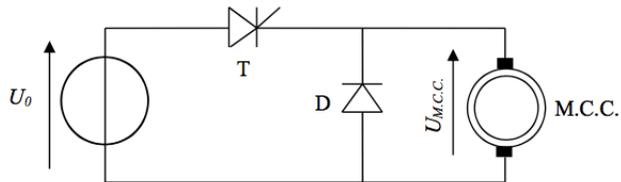

**Figure 7** - Tension hachée  $U_1$
**Q15.** Un étudiant E3 suggère d'utiliser un amplificateur linéaire qui fonctionne en comparateur, de façon à délivrer sur une période  $T$  de hachage (**figure 7**) une tension hachée  $U_1$  d'amplitude  $+V_{sat}$  pour  $t \in [0; \alpha T]$  et d'amplitude  $-V_{sat}$  pour  $t \in [\alpha T; T]$ .